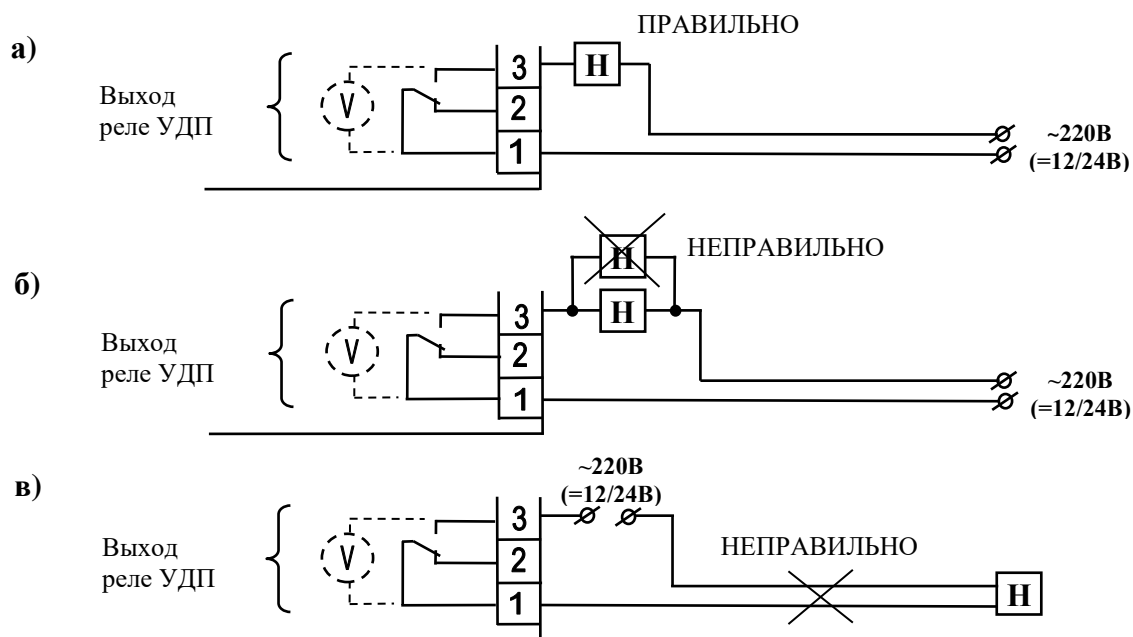

Рис.4. Особенности схемы подключения нагрузки к УДП.
2.1.2. На рис. 4 показаны наиболее часто встречающиеся ошибки подключения нагрузки к контактам УДП. На рисунке представлен также принцип контроля цепи управления, который условно может быть представлен как вольтметр, измеряющий напряжение между клеммами 1 и 3.
Как демонстрирует рис.4а,б, УДП обеспечивает контроль исправности цепи только одной подключенной нагрузки – обрыв цепи второй нагрузки обнаружен не будет.
При этом для эффективного контроля исправности нагрузки и цепи управления рекомендуется устанавливать УДП вблизи нагрузки (рис.4а). При работе с удаленной нагрузкой, как показано на рис.4в, короткое замыкание в проводах, питающих нагрузку, обнаружено не будет.